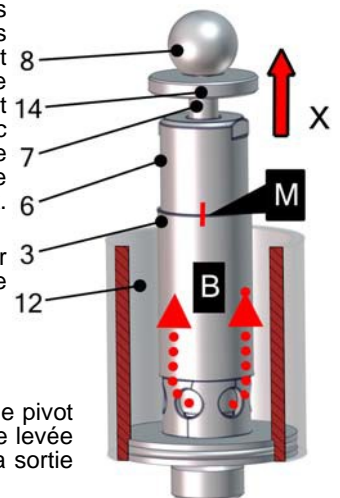

Fig. 1
- En cas de pressions supérieures à la pression de réglage, les matières gazeuses ou liquides s'écoulent via l'évacuation « B » dans l'atmosphère et peuvent provoquer des blessures (cf. fig. 1). Les dispositifs de protection et d'écoulement doivent être montés en fonction de la position de montage.